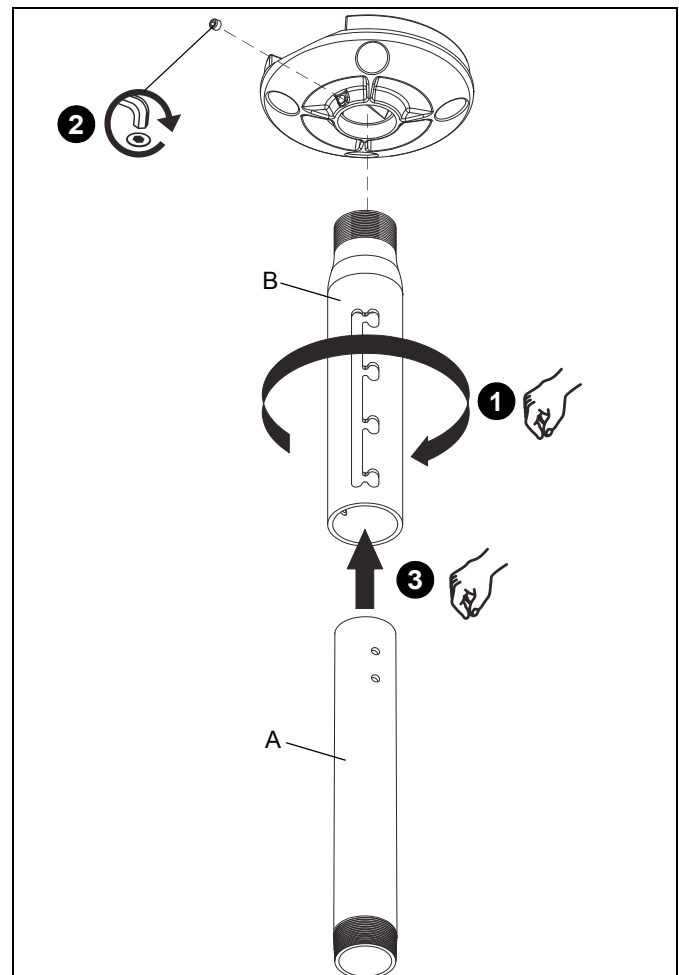

Figura 2
1. Instale a coluna roscada NPT (A ou B, conforme aplicável) de 1-1/2" na placa/adaptador (Veja a figura 2). Aperte firmemente a coluna.
2. Prenda a coluna (A ou B, conforme aplicável) apertando o parafuso de fixação na placa/adaptador (Veja a figura 2).
3. Instale a coluna de acoplamento (A ou B, conforme aplicável) (Veja a figura 2).